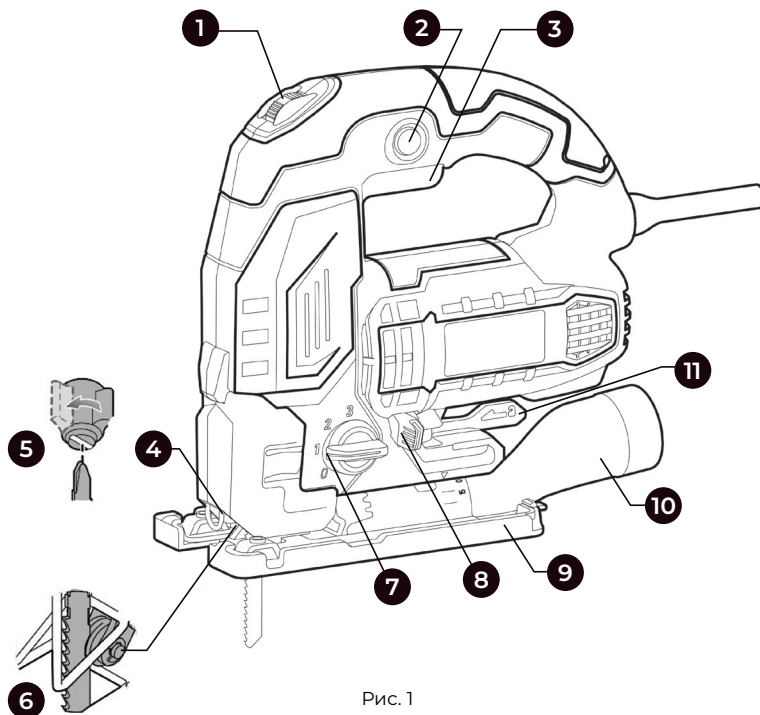

Рис. 1
- Необходимо, чтобы при пилении опорная плита 9 (рис.1) надежно прилегала к поверхности. Перекос опорной плиты приводит к перекосу пильного полотна, что может привести к облому пилки и к обратному удару.
- Путём вращения регулятора оборотов 1 (рис.1) можно регулировать обороты двигателя лобзика и соответственно скорость хода пильного полотна. Выбор необходимой скорости зависит от вида и толщины материала.
- Данная модель электрического лобзика укомплектована функцией сдува опилок, что позволяет держать линию реза, при работе, чистой от опилок. Для включения данной функции необходимо включить выключатель системы сдува опилок 8 (рис. 1).
- Чистые операции резки могут быть выполнены с помощью подсоединения этого инструмента к пылесосу. Вставьте шланг пылесоса в патрубок 10 (рис. 1).